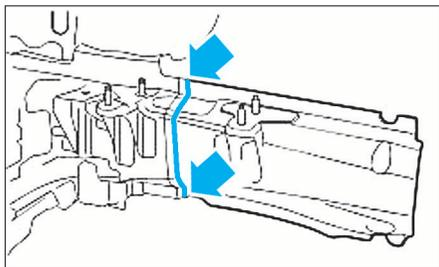

FIG. 22
- Souder en cordon continu sous protection gazeuse le longeron intérieur (Fig.22).